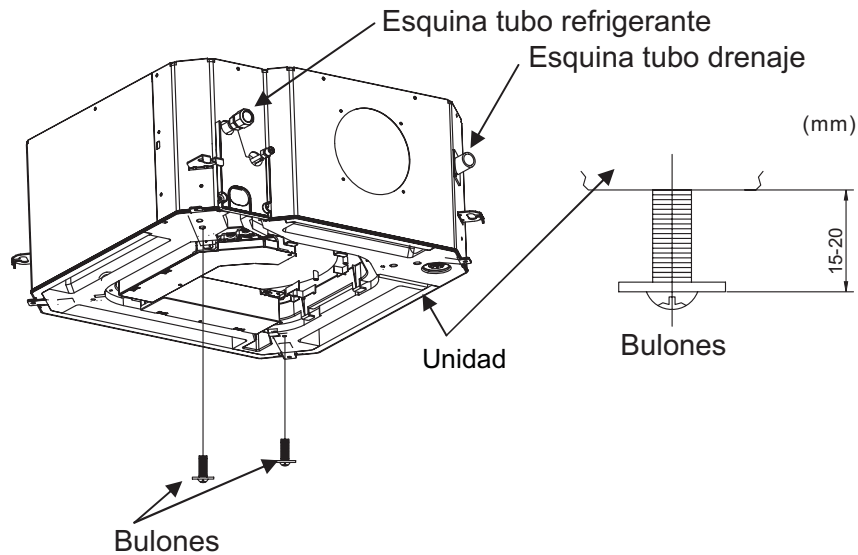

Fig.24
1. Coloque dos bulones (accesorio) sobre la unidad principal (la esquina del costado del tubo refrigerante y la esquina opuesta), como se detalla en Fig.24. Observe que deben dejarse 15-20mm del bulón desatornillados para poder colgar fácilmente el panel.